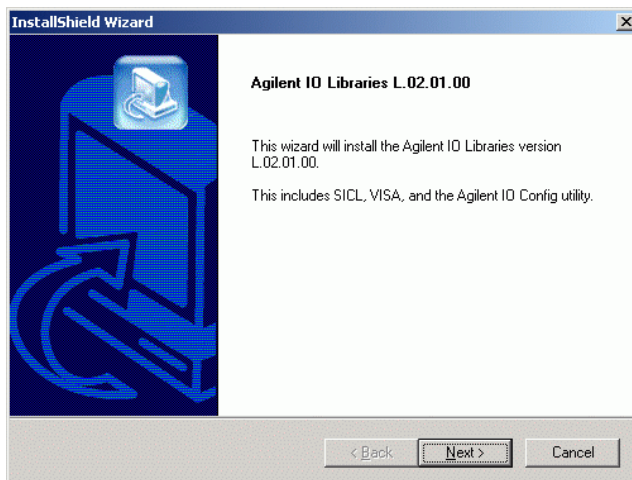

Figure 14 Installation du pilote GPIB
- 1 A l'aide de l'explorateur Windows, cherchez et lancez l'utilitaire ‘wnl0201.exe’ qui se trouve dans le répertoire \GPIB de votre CD-ROM ChemStation. Suivez les instructions de l'Assistant d'installation (voir Figure 14, page 54). Cette procédure installe sur votre ordinateur la bibliothèque standard de contrôle d'interface (Standard Interface Control Library - SICL), met à jour le registre et crée un groupe de programmes appelé “Agilent I/O Libraries”.